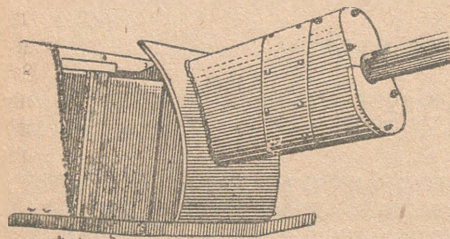

Рис. 44. Бронезащита орудия (вид на башню спереди справа)
13. ПОДВИЖНАЯ БРОНИРОВКА ПУШКИ (рис. 44—46)
Подвижная бронировка качающейся части пушки (рис. 44—45) состоит из нескольких листов, сваренных в одно целое и прикрепленных к люльке болтами.